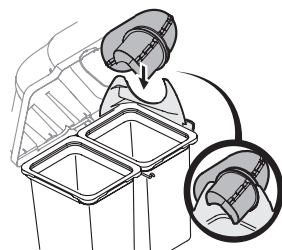

Figure 35
- Soulevez le couvercle du bac récupérateur, puis faites pivoter la goulotte supérieure de sorte qu'elle repose sur le support. Voir Figure 35.